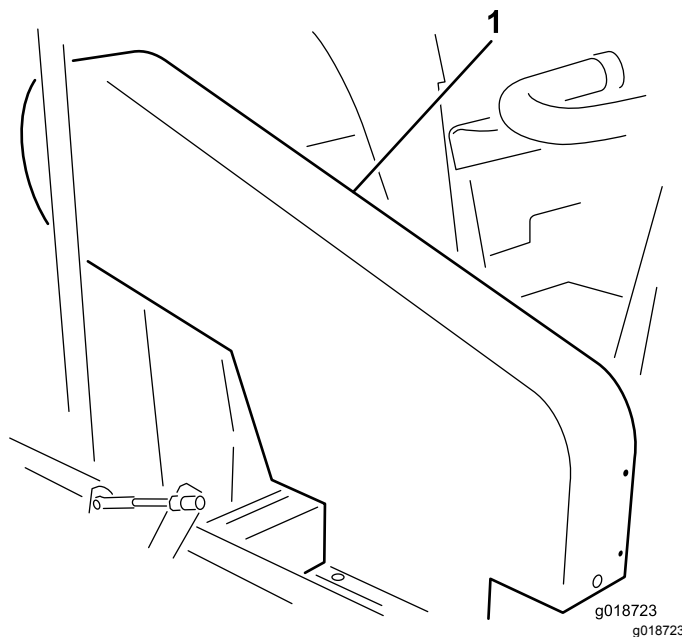

Figure 19
Remarque: Il n'est pas nécessaire de déposer le protège-courroie supérieur (Figure 19) pour contrôler la tension de la courroie. Si vous déposez le protège-courroie, retirez les 4 boulons, rondelles et écrous qui le fixent sur le cadre. N'utilisez jamais la machine sans les protège-courroie.
Contrôlez la tension de la courroie en exerçant une force de 18 à 22 N sur le brin à mi-chemin entre la poulie de la turbine et la poulie d'embrayage. La courroie doit présenter une flèche de 1,3 cm. Si la flèche n'est pas correcte, voir Réglage de la courroie d'entraînement de la turbine \(page 26\). Si la flèche est correcte, continuez normalement (Figure 19).
Contrôlez la tension de la courroie en exerçant une force de 18 à 22 N sur le brin à mi-chemin entre la poulie d'arbre intermédiaire et la poulie d'embrayage. La courroie doit présenter une flèche de 6 mm. Si la flèche n'est pas correcte, voir Réglage de la courroie de l'arbre intermédiaire \(page 27\). Si la flèche est correcte, continuez normalement (Figure 19).
1. Retirez les 4 boulons, rondelles et écrous qui fixent le carénage supérieur au cadre (Figure 19).